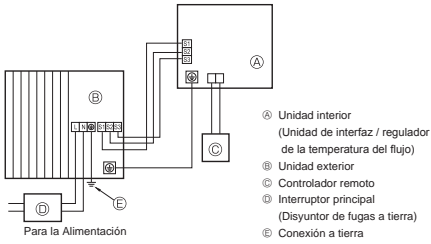
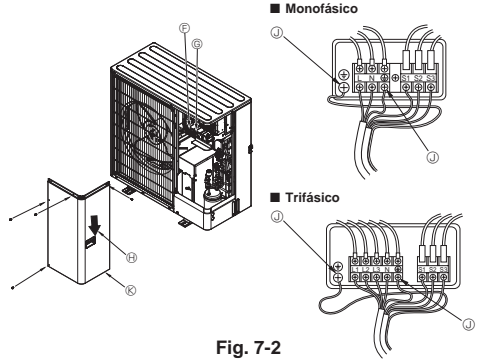

Fig. 7-1
Fig. 7-2
### 7.1. Unidad exterior (Fig. 7-1, Fig. 7-2)
- ① Extraiga el panel de servicio.
- ② Tienda los cables de acuerdo con la Fig. 7-1 y Fig. 7-2.